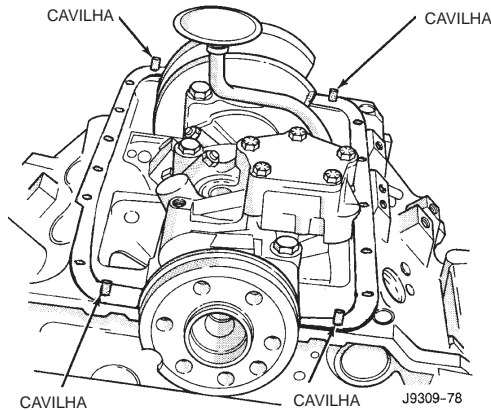

Fig. 49 Posição das Cavilhas no Bloco de Cilindros
(2) Instale as cavilhas no bloco de cilindros (Fig. 49).
(3) Aplique uma pequena quantidade de Mopar® Silicone Rubber Adhesive Sealant, ou equivalente, no canto da tampa e no bloco de cilindros.
(4) Deslize a gaxeta de uma só peça sobre as cavilhas e no bloco.
(5) Posicione o cárter de óleo sobre as cavilhas e na gaxeta.
(6) Instale os parafusos do cárter de óleo. Aperte os parafusos com um torque de 24 N·m (215 pés-lb.).
(7) Remova as cavilhas. Instale os parafusos restantes do cárter de óleo. Aperte esses parafusos com um torque de 24 N·m (215 pol.-lb.).
(8) Instale o bujão de drenagem. Aperte os parafusos com um torque de 34 N·m (25 pés-lb.).
(9) Instale a tampa de inspeção da transmissão.
(10) Instale os suportes de montagem do motor e isoladores
(11) Instale o eixo de acionamento dianteiro. Consulte "DIFERENCIAL" e "LINHA DE TRANSMISSÃO".
(12) Abaixar o veículo.